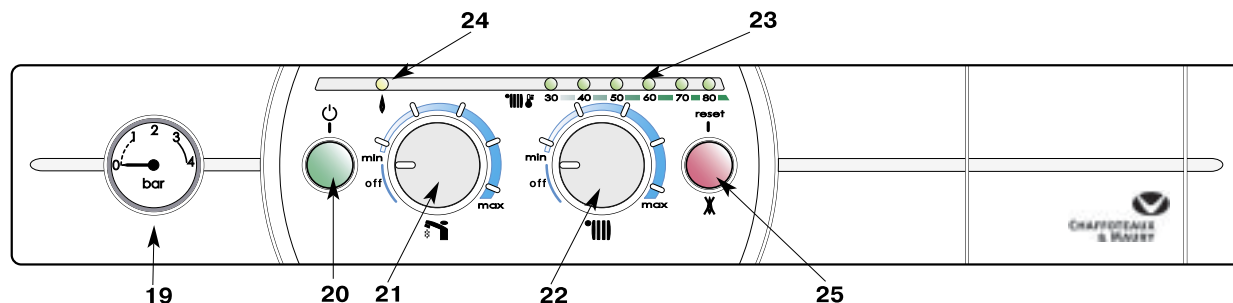

Рис. 19
### Панель управления (рис. 19)
- Установите ручки 21 и 22 в положение “off” и оставьте кнопку 20 (рис. 19) включенной. Будет работать функция предотвращения замерзания.